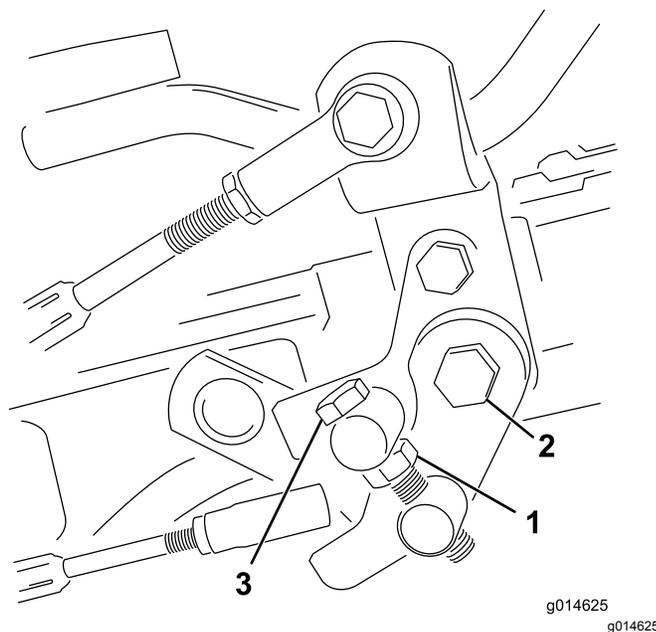

Рисунок 43
1. Ослабьте контргайку на болте цапфы (Рисунок 43).
4. Чтобы зафиксировать регулировку, затяните контргайку на болте цапфы и гайку на шарнире педали (Рисунок 43). Проверьте регулировку и при необходимости повторите ее.